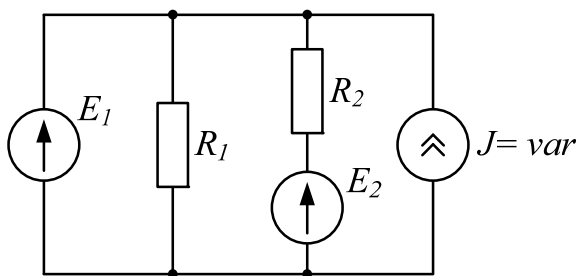

Рис. 2
- 2). Проанализировать влияние тока источника тока \mathfrak{I} на токи ветвей схемы (рис. 2).